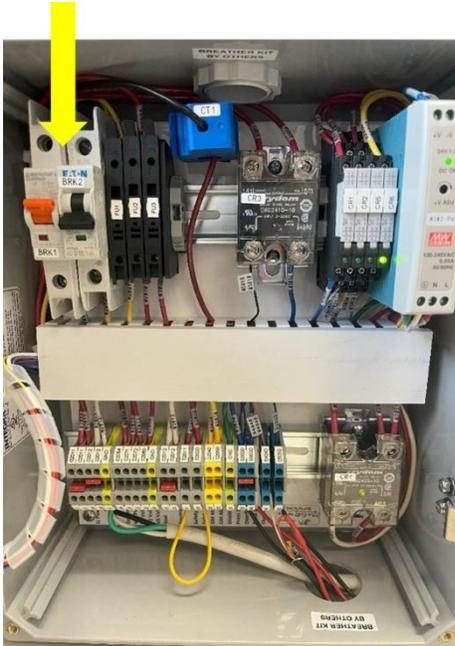

Figura 9-3: Bomba de vacío BRK1
4. Encuentre el disyuntor del motor de la bomba de vacío (**Vea la Figura 9-2, elemento n.º 20**) y tome nota de los números y ubicaciones de los cables. **Vea la Figura 9-3.**
- **Vea la figura 9-3.**
**Vea la Figura 9-3.**